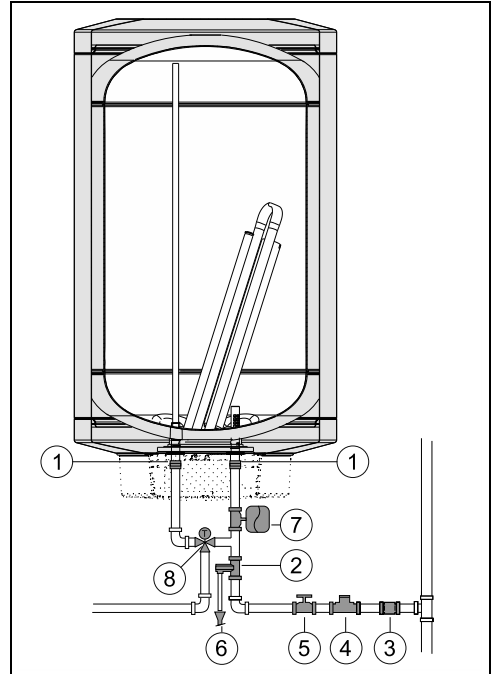

Fig. 11 Toma de agua
- ▶ instalar una válvula de reducción de presión (Fig. 11, [4]). La válvula diferencial se activará siempre que la presión del agua en el aparato sea superior a 8 bar ($\pm 0,5$ bar), en este caso deberá existir la posibilidad de desviar el agua.
- ▶ instalar un vaso de expansión (Fig. 11, [7]) para evitar que la válvula diferencial se abra con tanta frecuencia. El volumen del vaso de expansión debe ser equivalente al 5% del volumen del dispositivo.